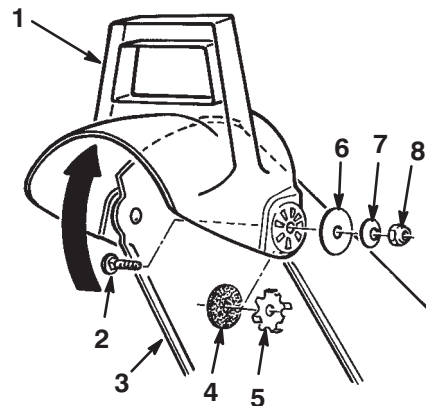

Figura 16
2. Fissate il lato sinistro del deflettore allo scivolo utilizzando le parti illustrate in Figura 16.